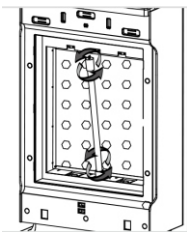

Рис. 9
8.5 Крепко зажмите лампу ультрафиолетового излучения и поворачивайте ее по часовой стрелке (против часовой стрелки). Поворачивайте до тех пор, пока контакты лампы не попадут в зазор ламели, после чего ее можно извлечь. Новую лампу ультрафиолетового излучения необходимо установить в зазор ламели и повернуть на 90° (по или против часовой стрелки) до установления надежного электрического контакта (рис. 9).